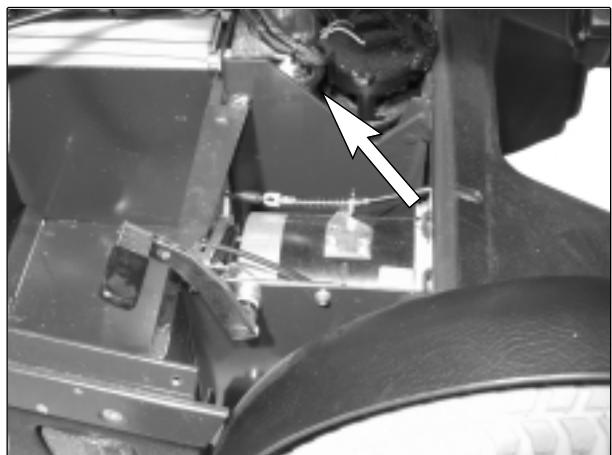

Abb. 25. Entriegelungsdraht Magnetbremse
6. Befestigen Sie den Bremsentriegelungsdraht, siehe Abb. 25.